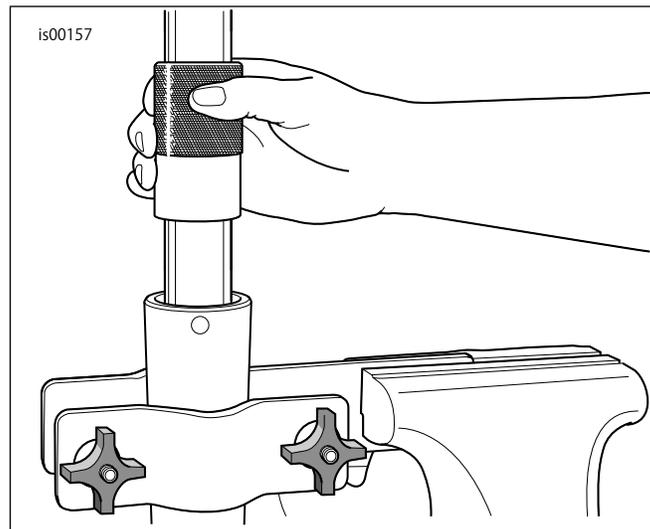

図5. フォークオイルシールの取り付け
- b. 「図5」を参照してください。スライドハンマー等のツールを使用し、固定クリップの溝がフォークスライダーIDに見えるまで、フォークオイルシール(スライダスペーサーとガイドブッシングを付けた状態)をフォークチューブ下方に押し込みます。